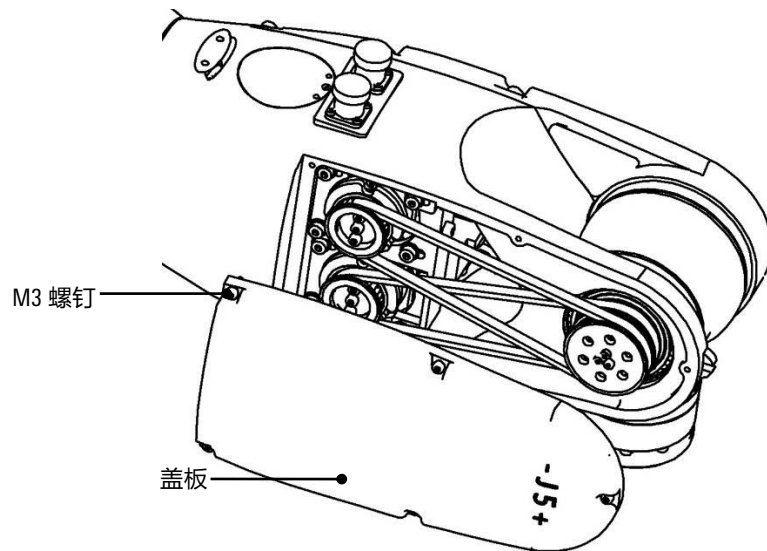

图 13-5 拆卸盖板
3. 拆卸操作机盖板及五颗 M3 螺钉，如图 13-5 所示。